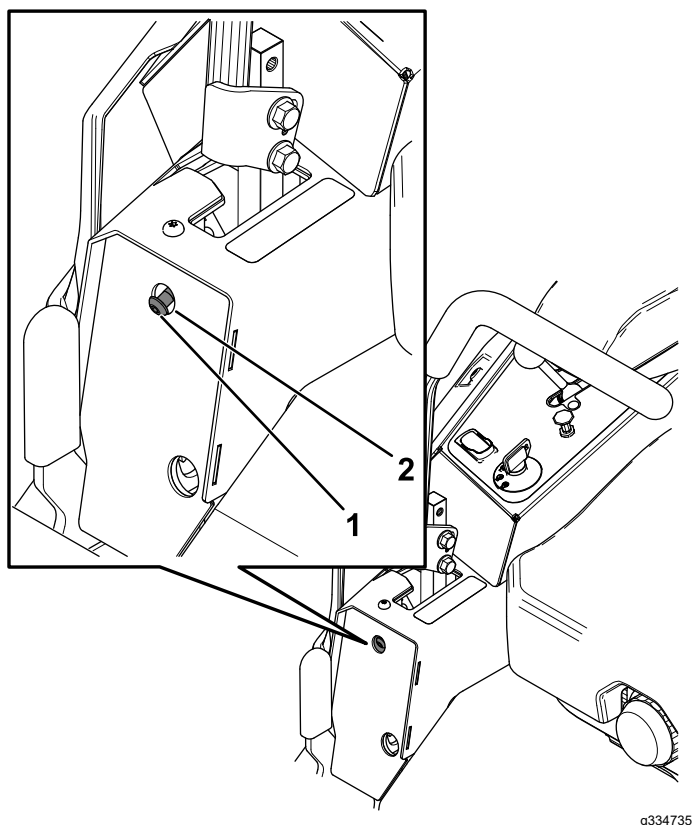

Figure 58
6. Si la machine se déporte à droite, insérez une clé hexagonale de 3/16 pouce dans le trou d'accès du couvercle avant gauche et tournez la vis de réglage du parallélisme dans le sens horaire ou antihoraire pour ajuster la course du levier (Figure 58).
7. Si la machine se déporte à gauche, insérez une clé hexagonale de 3/16 pouce dans le trou d'accès du couvercle avant droit et tournez la vis de réglage du parallélisme dans le sens horaire ou antihoraire pour ajuster la course du levier (Figure 58).